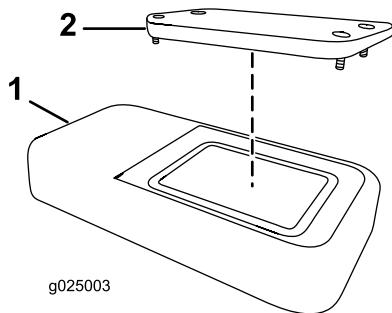

Figura 60
2. Retire la tapa (Figura 60).